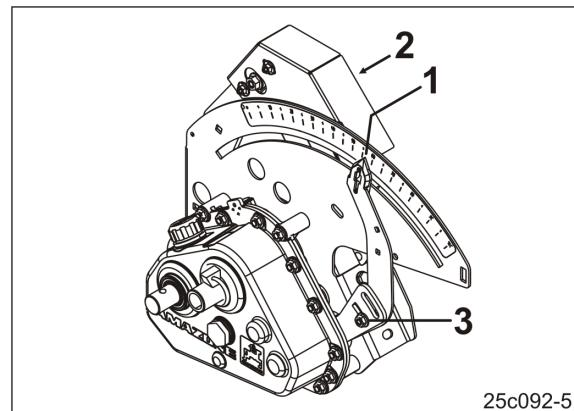

Рис. 25
2. Нажимайте кнопку , пока указатель (Рис. 25/1) не покажет на значение на шкале «0» и не загорится желтый светодиод (Рис. 25/2).
3. При необходимости переставьте рычаг (Рис. 25/3) таким образом, чтобы указатель показывал на значение «0» и горел желтый светодиод.